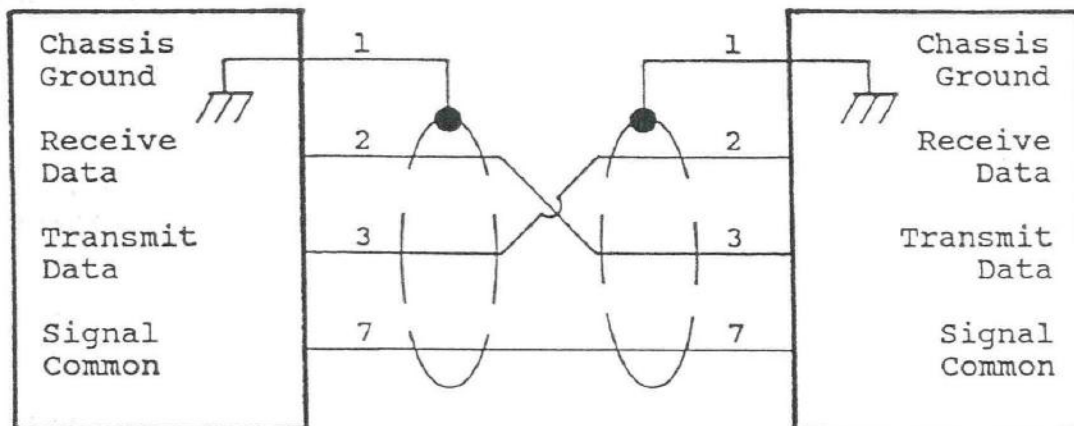

Bild 19 : Verdrahtung PMD 200 zur Textübertragung
- 1) Beide PMD 200 über die RS 232 Schnittstelle miteinander verbinden. Siehe Bild 19.